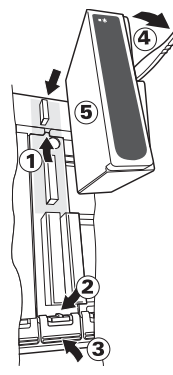

Abbildung 2: Anbringen der Module
- Wie in Abbildung 2 gezeigt, schieben Sie die Nase an der Oberkante der Klemmeneinheit in den Schlitz an der Basis. (1)
- Drücken Sie auf das untere Ende der Klemmeneinheit, bis sie einrastet. (2)
- Zum Lösen drücken Sie einfach den Befestigungsclip (3) an der Rückwandplatine und ziehen die Klemmeneinheit heraus.